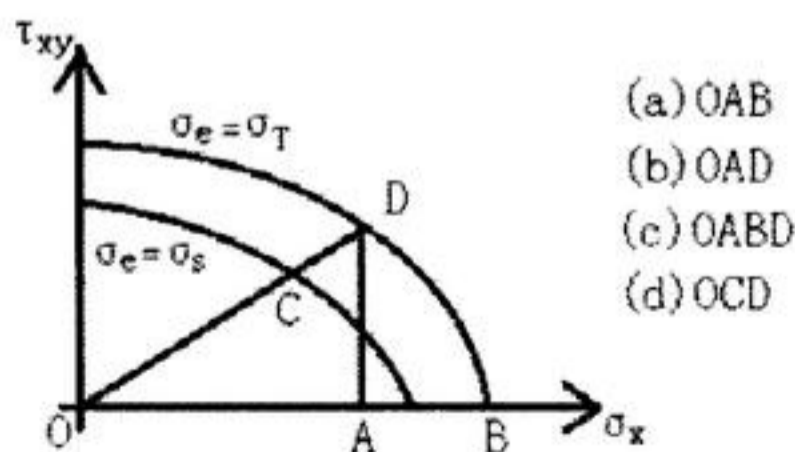

图 4
- 1、(本小题 8 分) 在 σ_x ， τ_{xy} 作用下的屈服曲面如图 4 所示。图中两条弧线的含义是什么？在图中有 a, b, c, d 四种加载路径，哪两条路径为简单加载？哪两条路径为复杂加载？